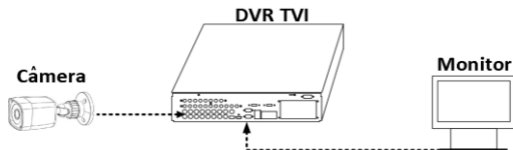

Figura 3-1 Conexão
1. Conecte a câmera ao TVI DVR e o monitor, conforme figura 3-1.